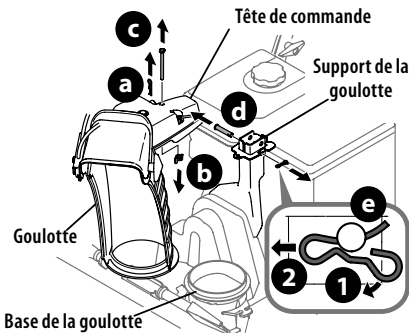

Figure 13
1. Retirez la goupille fendue (a), l'écrou papillon (b) et le boulon (c) qui se trouvent sur la tête de commande de la goulotte. Puis, enlevez l'axe de chape (d) et la goupille fendue (e) du support de la goulotte. Voir (Figure 13).